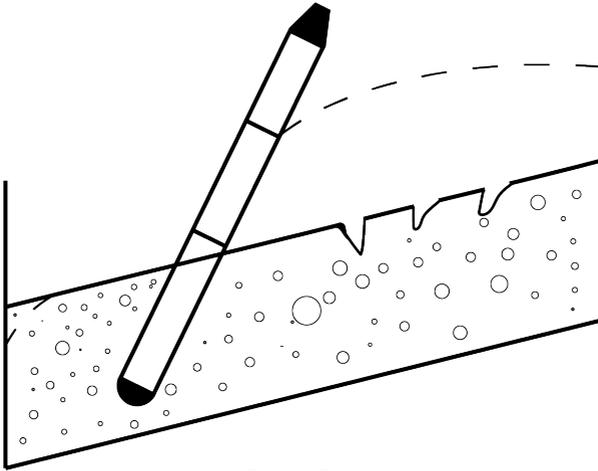

Figure 7
- La vibration des talus provoque une ségrégation et des fissures. (fig. 7)